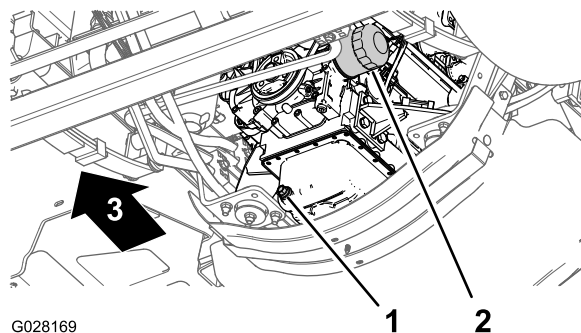

图 72
3. 在机油滤清器下放一个放油盘图 72。
4. 拆下旧机油滤芯图 72。
8. 将机油滤清器安装到滤清器安装座上顺时针旋转机油滤清器直至橡胶垫片接触到滤清器安装座然后再将滤清器拧紧 1/2 圈图 72。
1. 对齐排放塞下的排放盘图 72。
2. 拔掉排油塞让机油完全排出图 72。